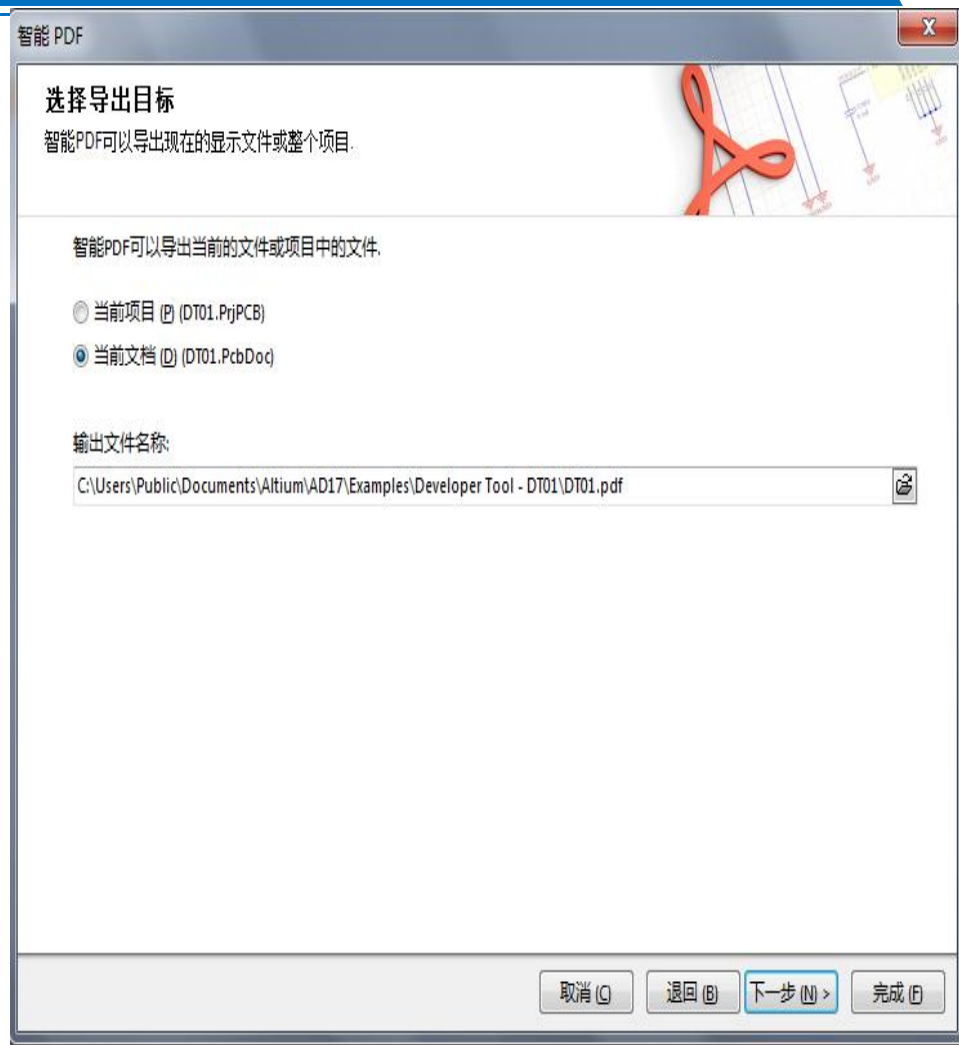

图5-8
(3) 按照向导提示，设置好文件的输出路径，如图5-8所示。